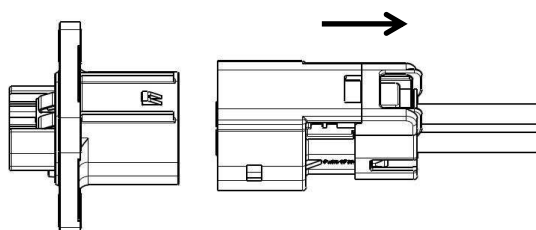

Fig.26
- 7.4. オスコネクタから完全に離れるまでメスコネクタを引っ張ります。(Fig.26 参照)